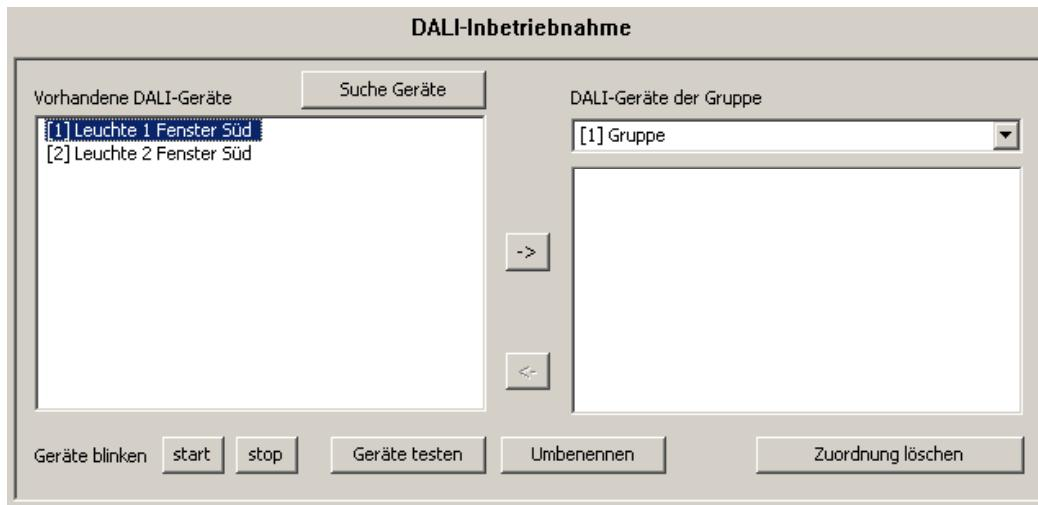

Bild 38: Beispiel für Namensgebung der identifizierten Betriebsgeräte
Es öffnet sich ein Dialog zum Umbenennen des Gerätenamens. Es können Namen bis maximal 28 Zeichen Länge angegeben werden. Der Name darf alphanumerische als auch Sonderzeichen enthalten. Es wird empfohlen, jedes Betriebsgerät auf diese Weise eindeutig zu kennzeichnen (z. B. "Leuchte 1 Fenster Süd", "Leuchte 2 Fenster Süd", "Leuchte 1 Büro Mitte", etc. / vgl. Bild 38 auf der nächsten Seite).
- Die Kurzadressen der identifizierten Betriebsgeräte werden zufällig vergeben. Um bei der Namensgebung erkennen zu können, welches Betriebsgerät tatsächlich durch den Listeneintrag gekennzeichnet ist, können verschiedene Testfunktionen des Plug-In verwendet werden. Am unteren Rand der Inbetriebnahmumgebung sind die Schaltflächen "start", "stopp" und "Geräte testen" angeordnet, welche die Testfunktionen bedienen (vgl. Bild 38). Die Geräte, welche getestet werden sollen, müssen zunächst im linken Teilbereich selektiert werden.